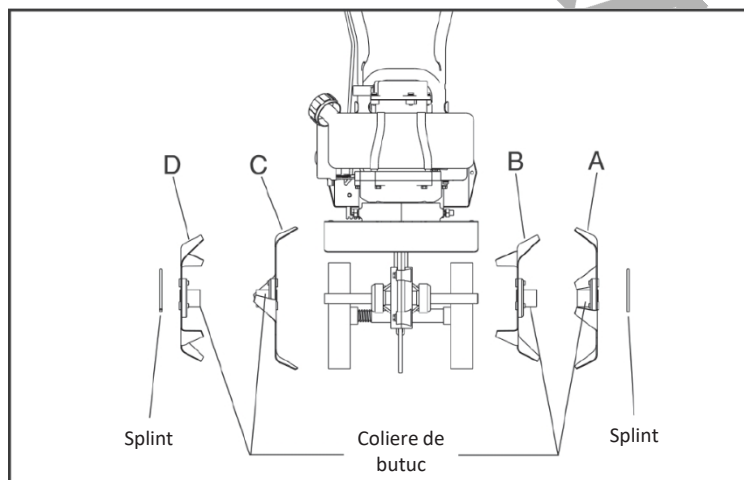

Figura 3 (vedere frontală)
2. Glisați apoi dintele exterior "A" și dintele "D" pe fiecare capăt al arborelui. Dinții trebuie instalați în ordinea corectă, astfel încât să fie poziționați de la stânga la dreapta A, B, C, D, așa cum sunt văzuți din poziția utilizatorului pe minicultivator. Asigurați-vă că colierele butucului de pe perechile de dinți din dreapta și din stânga sunt orientate una spre cealaltă, astfel încât să existe o distanță adecvată între lamele dinților. (A se vedea figura 3.)